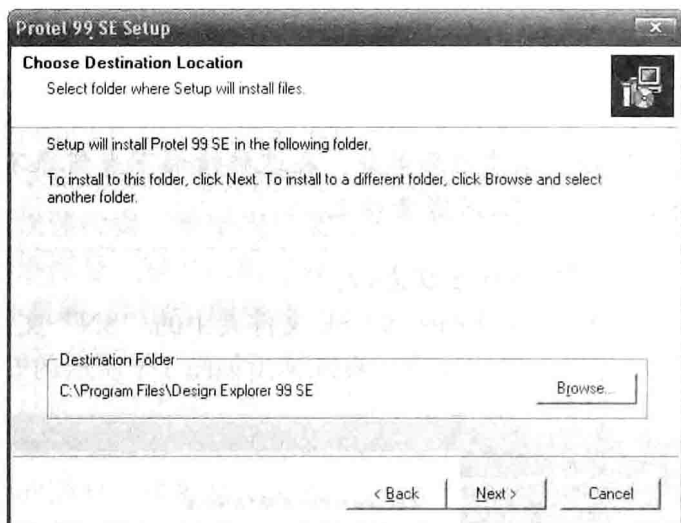

图 1-3 选择安装路径对话框
③ 单击“Next”按钮弹出如图 1-3 所示“Choose Destination Location”（选择安装路径）对话框。系统默认的安装路径为“C: \ Program Files \ Design Explorer 99 SE”, 若要更改软件的安装路径, 可单击“Browse”（选择）按钮进行更改。